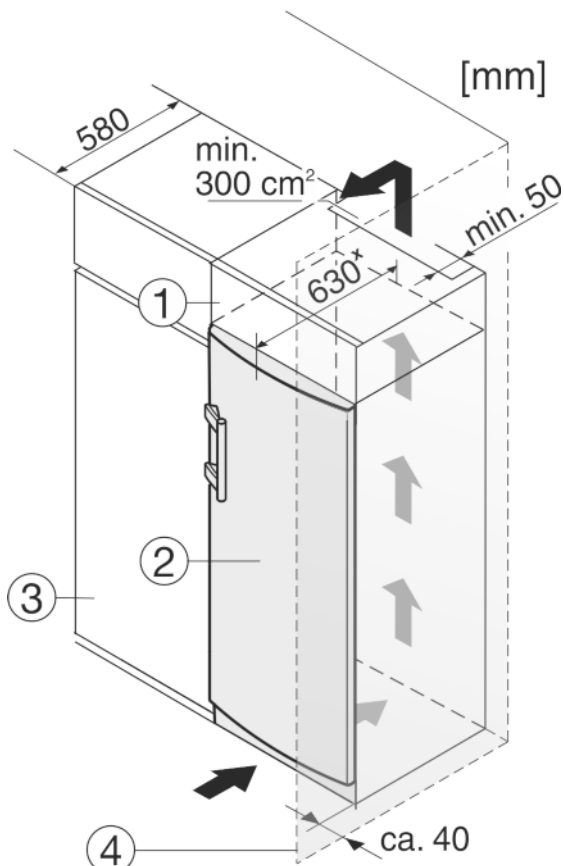

Fig. 12
Уредът може да е обграден с кухненски шкафове. За да изравните височината на уреда Fig. 12 (2) с височината на вградената кухня, над уреда може да се постави шкаф-пристройка Fig. 12 (1).
При вграждане с кухненски шкафове (дълбочина макс. 580 мм), уредът може да се постави директно до кухненския шкаф Fig. 12 (3). Отстрани уредът е издаден на 34 ммx, а в средата на уреда - на 50 ммx спрямо предната страна на кухненския шкаф.
Когато уредът се постави с шарнири близо до стена Fig. 12 (4), разстоянието между уреда и стената трябва да бъде поне 40 мм. Това е разстоянието, на което дръжките излизат напред при отворена врата.